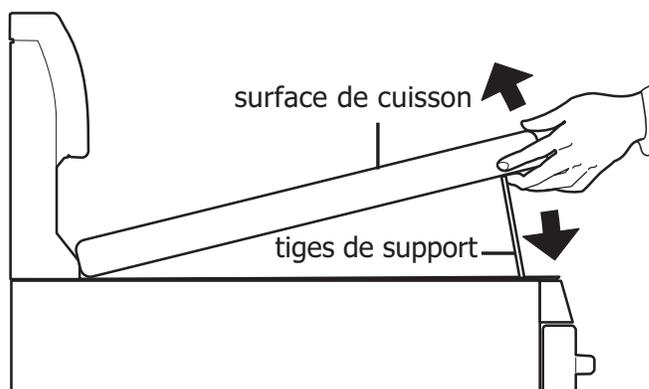

Figure 10 : Soulever la surface de cuisson
1. Saisir la surface de cuisson de part et d'autre et la soulever par le devant (voir Figure 10). Les tiges maintiennent la surface de cuisson en place. Soulever la surface assez haut pour permettre aux tiges de support de cliquer en place.